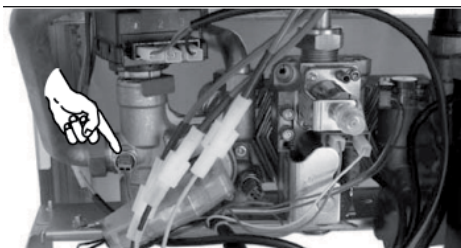

рисунок 8.1
- Электрически подсоединить пробник температуры отопления NTC (например рисунок 8.1).